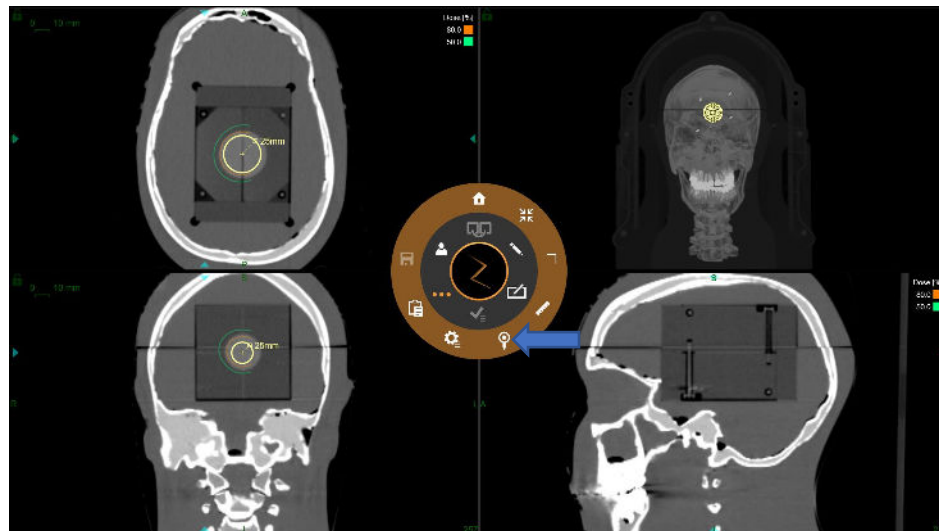

Abbildung 7-3 Kugelwürfel-Schritt.
3. Klicken Sie auf Autom. Platzierung von Isozentrum in Kugelzentrum, um das Isozentrum in die Kugelmitte zu platzieren (siehe Abbildung 7-3).